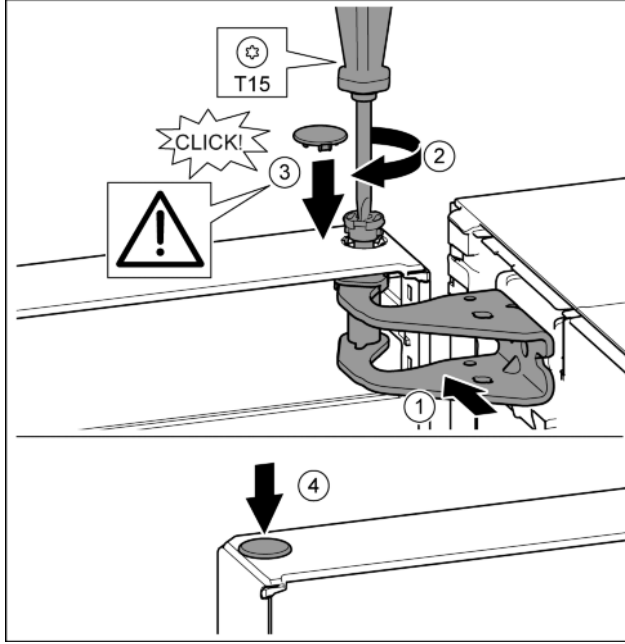

Fig. 15
- Kapıyı üstten yatak mesnedindeki deliğe hizalayın. Fig. 15 (1)
- Civataları yerleştirin ve T15 tornavidayla sıkıca vidalayın. Fig. 15 (2)
- Kapıyı emniyete almak için, emniyet kapağını takın: Emniyet kapağını yerleştirin ve kapının üzerine gelip gelmediğini kontrol edin. Aksi takdirde civataları tam yerleştirin. Fig. 15 (3)
- Tapaları yerleştirin. Fig. 15 (4)